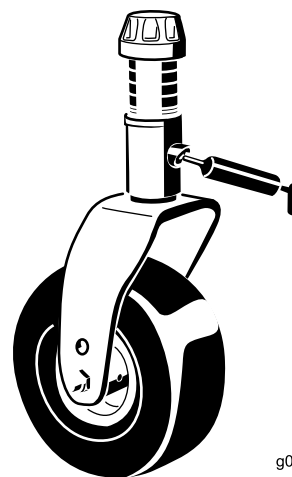

Figura 42
- Casquillo (1) del eje de la horquilla de las ruedas giratorias (Figura 42)
- Casquillos del pivote del brazo tensor (1) (situados en el brazo tensor)